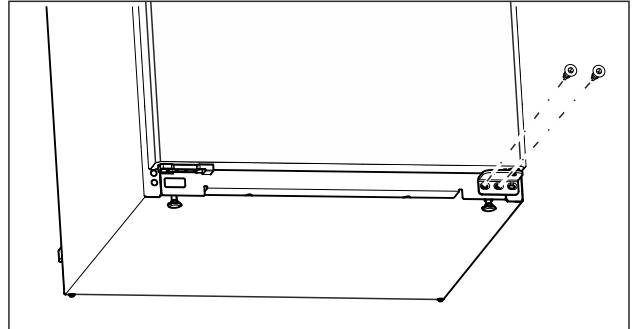

Fig. 14
- ▶ Apatinėje atraminėje gembėje išsukite vidurinį varžtą atsuktuvu Torx 20. (žr. Fig. 14)
- ▶ Apatinėje atraminėje gembėje išsukite vidinį varžtą atsuktuvu Torx 20. (žr. Fig. 14)